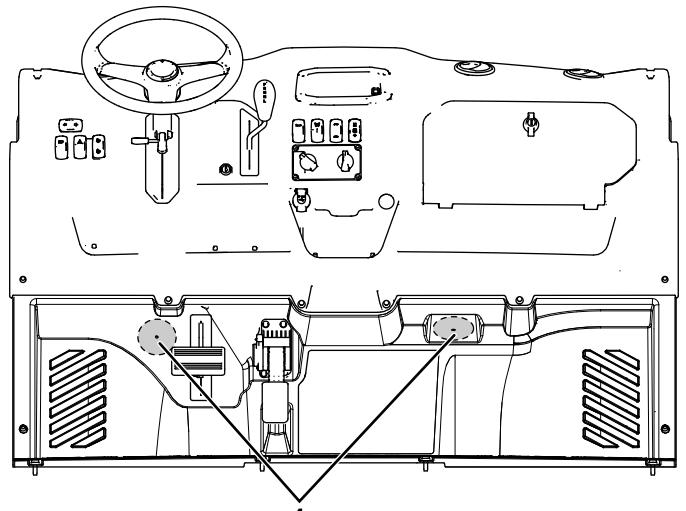

Bild 15
2. Suchen Sie die 2 Vorbohrvertiefungen auf der Diele (Bild 15) und bohren Sie 2 Löcher (76 mm) direkt über den Vorbohrungen.